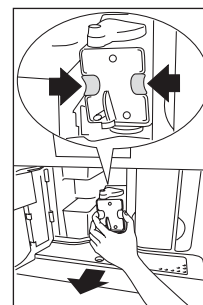

Рис. 39
- ▶ Прижмите две красные кнопки разблокировки внутрь и одновременно вытащите варочную группу наружу (рис. 39).